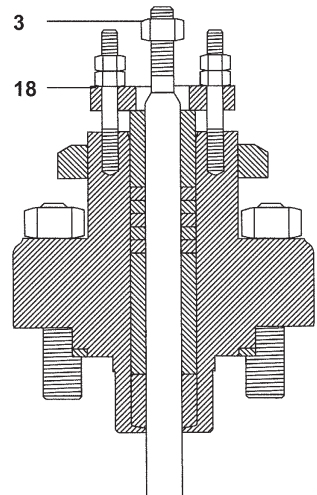

Fig. 12
- Serrare il dado del premistoppa (18) fino a che:
- ii) Per il gruppo premistoppa in grafite: non si sia ottenuta una distanza di 12 mm tra il lato inferiore del dado del premistoppa ed il cappello (Far riferimento alla Fig. 12).
- Rimontare il dado di bloccaggio (3).